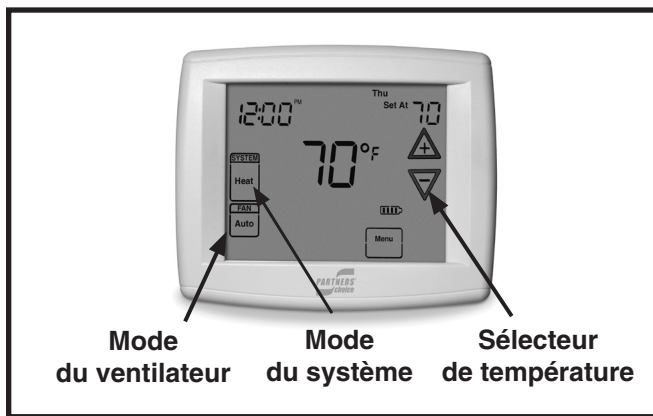

Figure 1. Thermostat numérique
1. Réglez le thermostat sur le mode COOL ou AUTO et le ventilateur sur le mode AUTO. Voyez la Figure 1, (page 3).
1. Réglez le thermostat sur le mode HEAT ou AUTO et le ventilateur sur le mode AUTO. Voyez la Figure 1.
Réglez le mode du ventilateur du thermostat sur ON (Figure 1). Le souffleur intérieur démarrera immédiatement et continuera de fonctionner jusqu'à ce qu'il soit réglé sur AUTO.
Réglez le thermostat sur le mode OFF (arrêt) et le ventilateur sur le mode AUTO. Voyez la Figure 1. **REMARQUE :** Le système ne fonctionnera pas, peu importe les réglages du sélecteur de température.